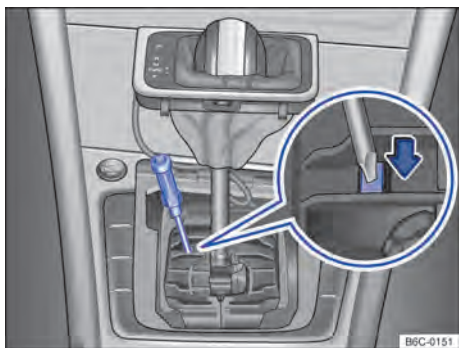

Fig. 93 Desmontar la cubierta de la palanca selectora y desbloquear el bloqueo de la palanca selectora de emergencia.
- Con ayuda de un destornillador presionar cuidadosamente la palanca de desbloqueo en la dirección de la flecha y mantenerla en esa posición → fig. 93.